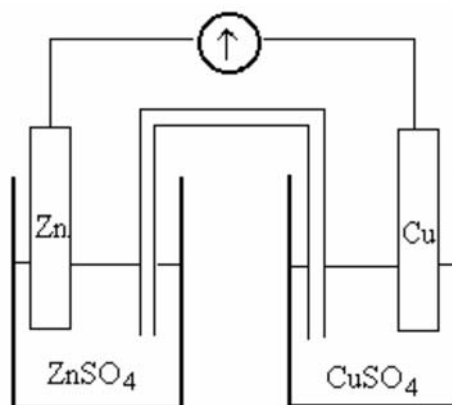

Рисунок 1 – Схема гальванического элемента
В один стакан (рисунок 1) налить 1М (одномолярный) раствор сульфата цинка и опустить в него цинковую пластину, в другой налить 1М раствор сульфата меди (II) и опустить медную пластинку. Соединить растворы электролитическим мостиком, заполненным насыщенным раствором хлорида калия в смеси с агар-агаром. Соединить опущенные пластинки с гальванометром (провод от цинка – на первую слева клемму, от меди – на вторую слева). Что при этом наблюдается?